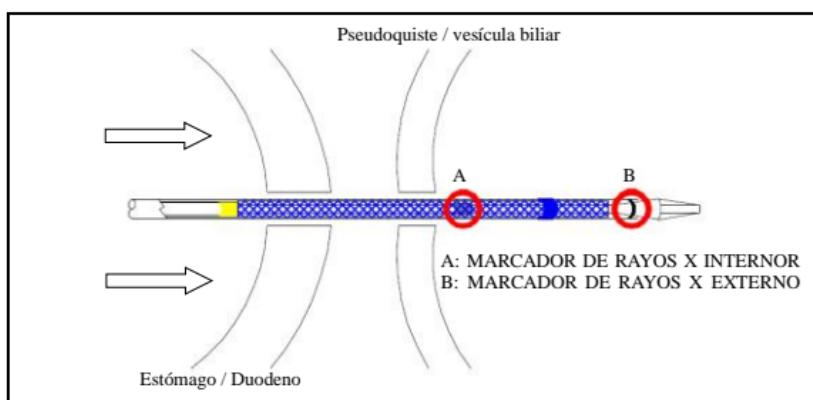

Figura 3
- a) Con guía fluoroscópica y endoscópica, introduzca el sistema de introducción por electrocauterización [HDS-10]. El marcador de rayos X interior ('A' en la figura 3) debe atravesar la pared del pseudoquiste o vesícula biliar.